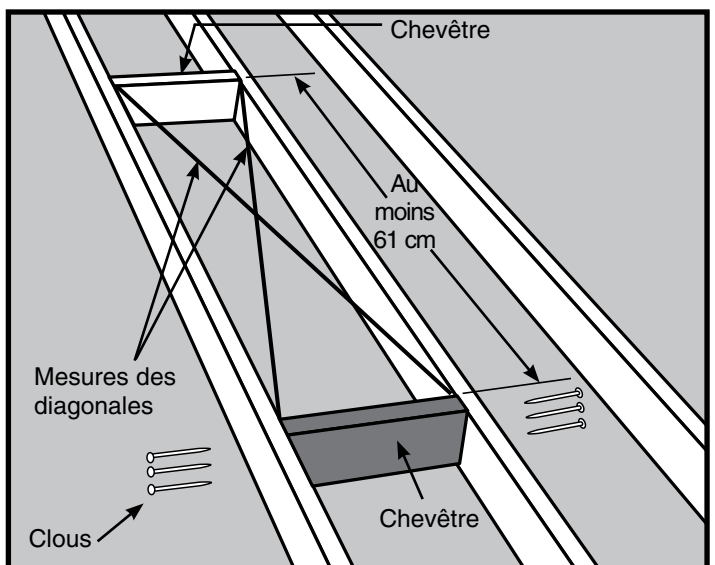

Figure 13 – Façon de vérifier la perpendicularité
- Étape 5. Positionnez le deuxième chevêtre à 137,2 cm du premier et répétez l'étape 4 (Voir la Figure 13).
- Étape 6. L'encadrement pour l'ouverture brute nécessite quatre côtés. Les chevêtres posés constituent deux de ces côtés. Si vos solives de plafond sont espacées de façon à constituer les deux autres côtés de l'ouverture brute, contrôlez que tout est d'équerre en mesurant les diagonales. Ces mesures doivent être égales à 3 mm près pour que la perpendicularité soit acceptable (Voir la Figure 13).